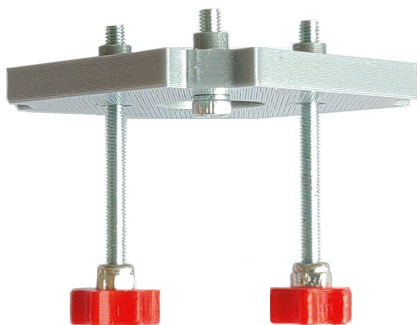

Abb. 6: Fertige Justageplatte
- (7) Schrauben Sie die **INBUS-ZYLINDERKOPFSCHRAUBE, M3x12** vollständig in den mittleren der drei Gewindeeinsätze (Abbildung 6).
- (8) Schrauben Sie die beiden **FERTIGEN STELLSCHRAUBEN** in die anderen beiden Gewindeeinsätze, sodass Sie auf der anderen Seite etwa soweit wie die Inbusschraube herausragen (Abbildung 6).